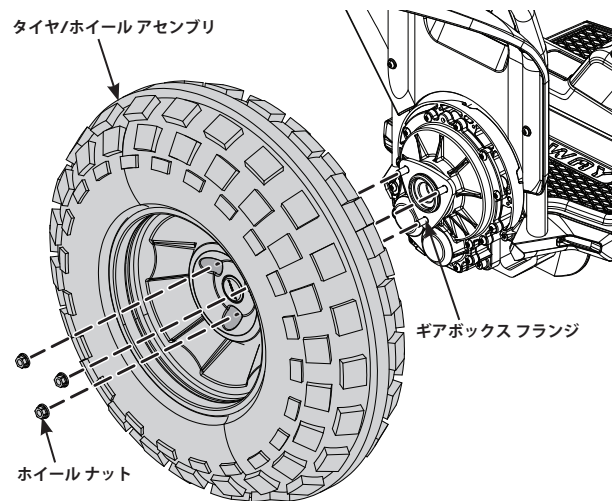

図 71. x2 SE タイヤホイールアセンブリの取り外し / 取り付け
3. 13 mm ソケットレンチを使用して 3 個のホイール ナットを取り外して廃棄します (図 71 を参照します)。
3. タイヤ / ホイール アセンブリをギアボックス フランジにかぶせます (図 71 を参照します)。